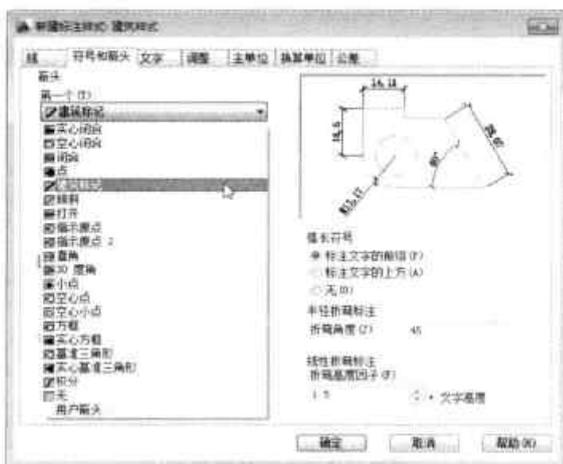

图9-3 设置箭头样式
Step 03 打开“新建标注样式”对话框，切换到“符号和箭头”选项卡。在“箭头”选项组中，将箭头样式设为“建筑标记”，如图9-3所示。